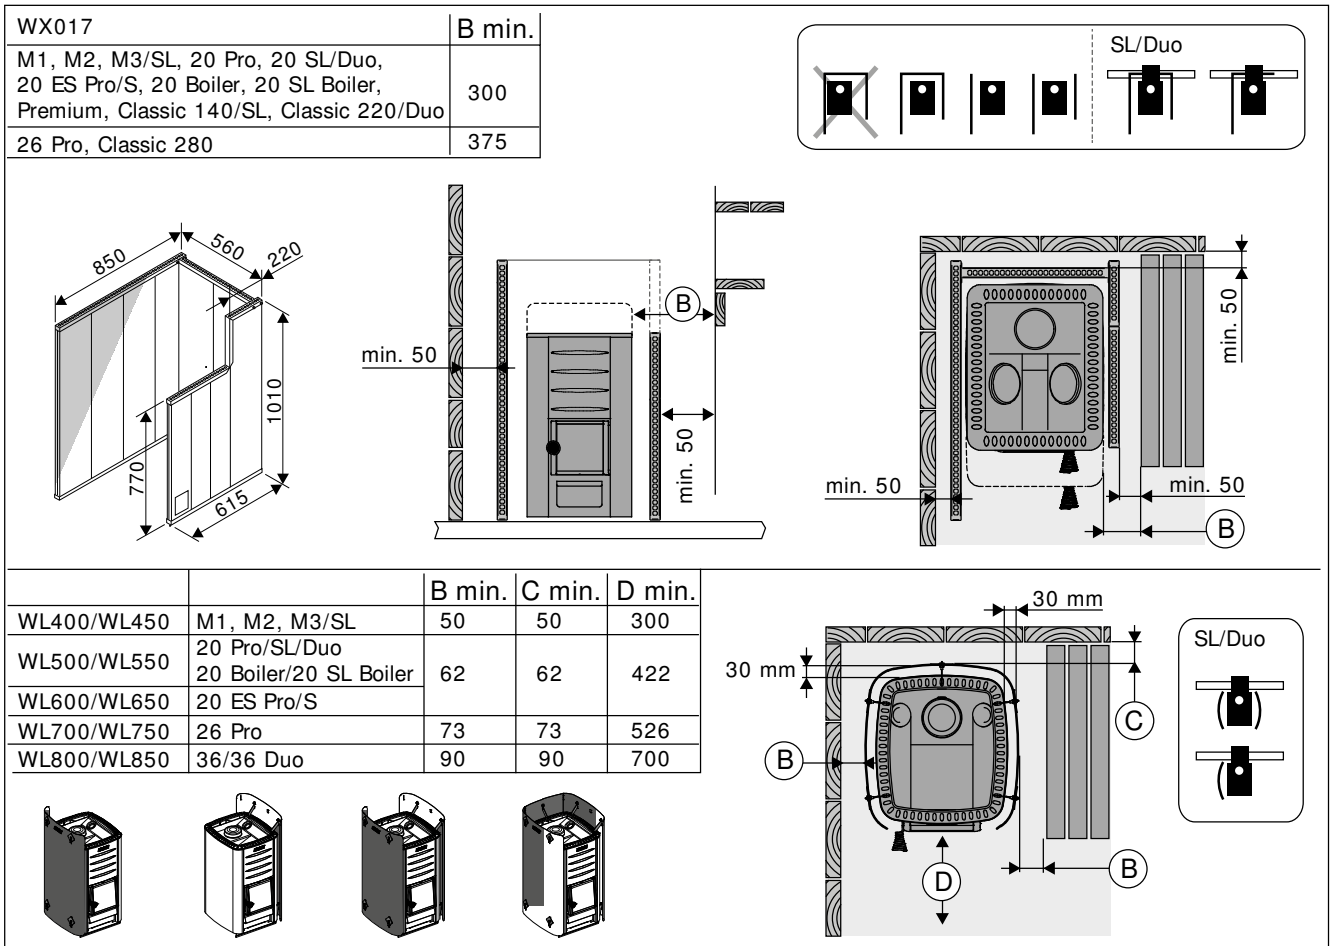

Рисунок 8. Безопасные расстояния с защитными ограждениями (все размеры приведены в миллиметрах)
- D. Защитное ограждение Harvia WX017.** Рисунок 8.
- E. Защитная обшивка WL400/WL450, WL500/WL550, WL600/WL650, WL700/WL750, WL800/WL850.** Рисунок 8.